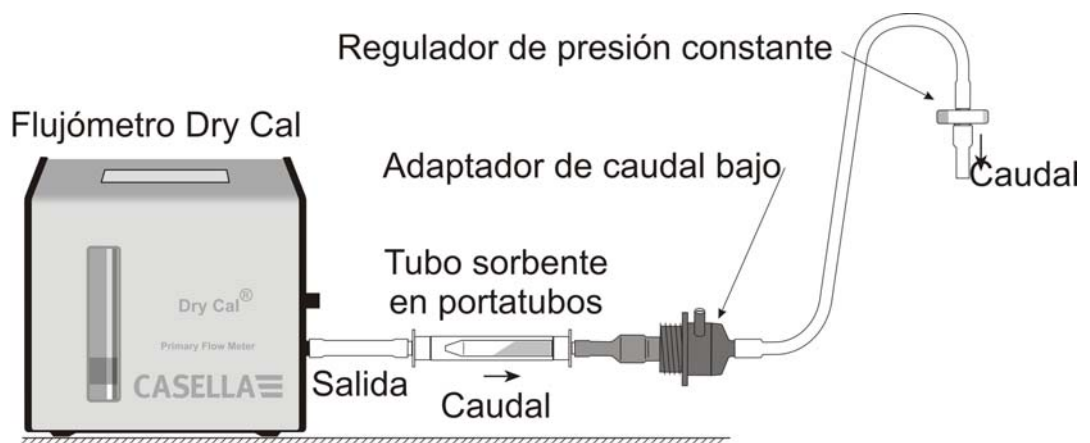

Figura 14. Utilizar con adaptador de caudal bajo
3. Comenzando desde la entrada TUFF, conecte lo siguiente: regulador de presión constante, adaptador de caudal bajo, portador de tubos sorbentes y un flujómetro, tal como el Dry Flow o Dry Cal, mostrados en la Figura 14.